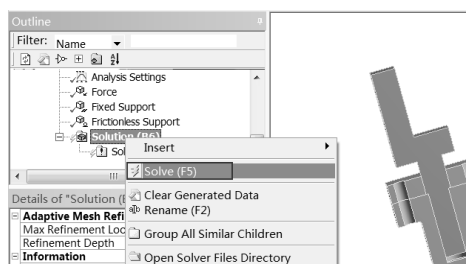

图 13-74 求解
Step8 :在 Outline (分析树) 中的 Static Structural (B5) 选项上右击 ,在弹出的快捷菜单中选择 Solve 命令 ,如图 13-74 所示 ,此时会弹出进度显示条 ,表示正在求解 ,当求解完成后进度条自动消失。